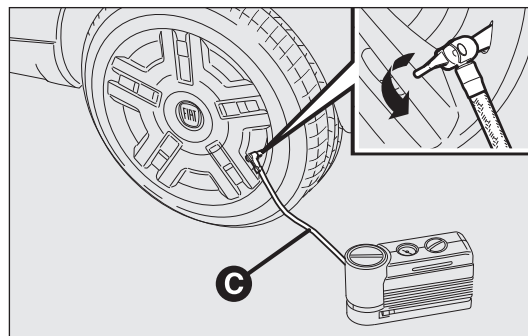

fig. 175
- ☐ Dévisser le capuchon de la valve du pneu, dégager le tuyau C-fig. 175 avec le raccord rapide et le relier directement à la valve du pneu à gonfler.